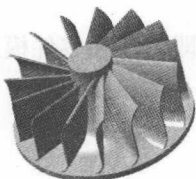
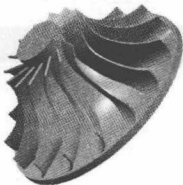
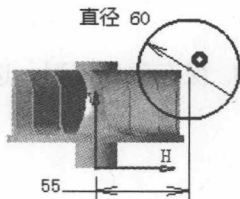

图 1.6 圆形阵列 1
图 1.7 旋转槽 1
图 1.8 截面草图
Step4. 添加图 1.6 所示的零件特征——圆形阵列 1。
(1) 选择下拉菜单 **插入**  **圆形阵列** 命令, 系统弹出“定义圆形阵列”对话框。
(2) 定义阵列参数。在 **轴向参考** 选项卡的 **参数**: 下拉列表框中选择 **实例和角度间距** 选项; 在 **实例**: 文本框中输入值 15; 在 **角度间距**: 文本框中输入值 24。
(3) 定义阵列对象。激活 **要阵列的对象** 区域内的 **对象**: 文本框, 选取凸台 1 为要阵列的对象。
(4) 右击 **参考方向** 区域内的 **参考元素**: 文本框, 在弹出的快捷菜单中选择 **Y 轴** 选项。
(5) 单击  按钮, 完成圆形阵列 1 的添加。
Step5. 添加图 1.7 所示的零件特征——旋转槽 1。
(1) 选择命令。选择下拉菜单 **插入**  **旋转槽** 命令。
(2) 创建截面草图。选取“xy 平面”为草图平面; 在草绘工作台中绘制图 1.8 所示的截面草图; 单击“工作台”工具栏中的  按钮, 退出草绘工作台。
(3) 定义旋转角度。在 **限制** 区域的 **第一角度** 文本框中输入值 360。
(4) 定义旋转轴。激活 **轴线** 区域的 **选择** 文本框并右击, 在弹出的快捷菜单中选择 **轴** 为旋转轴。
(5) 单击 **确定** 按钮, 完成旋转槽 1 的添加。